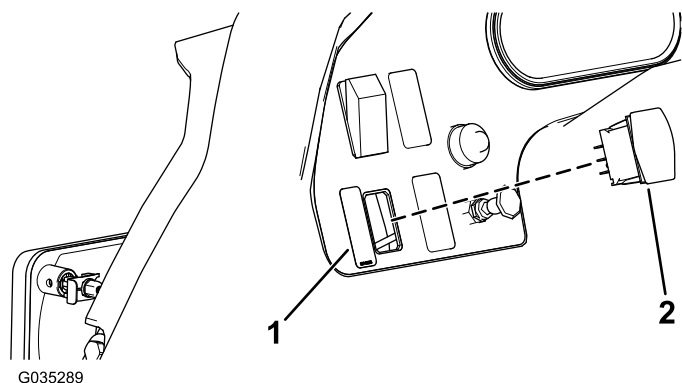

Рисунок 8
2. Вставьте клавишный переключатель в отверстие и прикрепите наклейку рабочего осветительного прибора слева от клавишного переключателя (Рисунок 8).